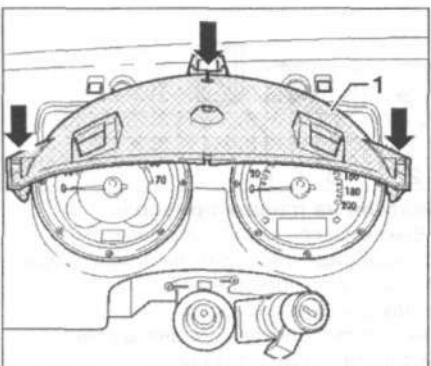

Рис. 12.30. Снимите нижнюю часть **1** козырька щитка приборов, открутив три винта (**стрелки**).
2. Снимите нижнюю часть **1** козырька щитка приборов, открутив три винта (**стрелки**) (рис. 12.30).